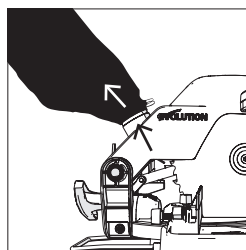

Fig. 31
• Deslize o saco do pó pela porta de extração do pó, e certifique-se de que a mola aperta firmemente a porta com o saco do pó (**Fig. 31**).